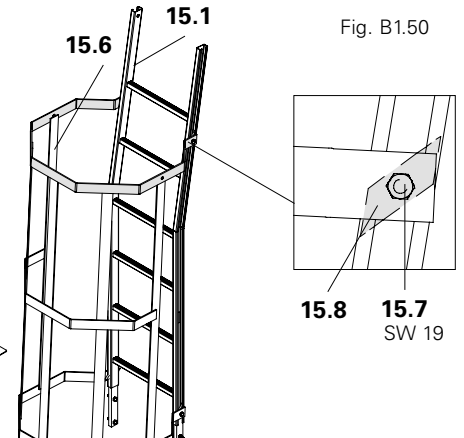

Fig. B1.52
2. Soltar ligeramente el tornillo M12 x 25 (15.7) (4x) de la placa de apriete (15.8), colocar la placa de apriete los elementos longitudinales de la escalerilla, apretar los tornillos. (Fig. B1.52)